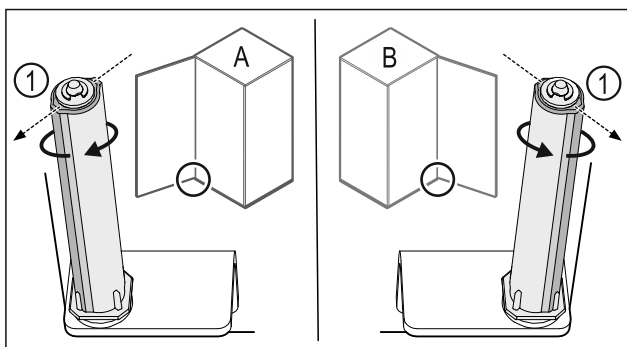

Fig. 36 Hapja majtas (A) / Hapja djathtas (B)
- Rrotulloni sistemin e mbylljes kundër rezistencës, derisa shufra e sistemit të mbylljes Fig. 36 (1) të jetë drejtuar nga jashtë.